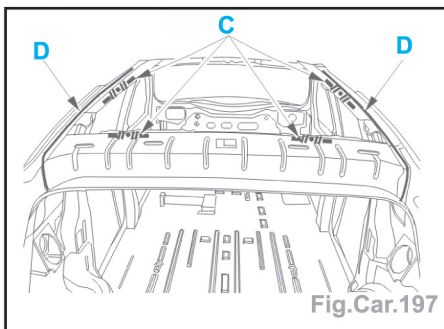

Fig.Car.197
- Poser les cordons de calage préformés (suivant **C** : longueur  $300,0 \text{ mm}$  -  $\varnothing 13 \text{ mm}$ ) (Fig.Car.197).